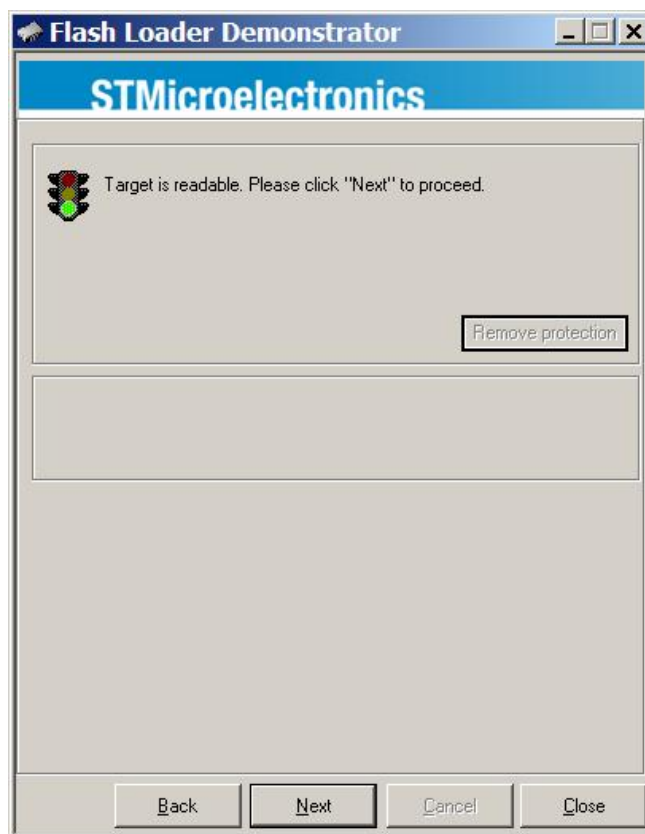

Рисунок 6.2 – Окно «Flash Loader Demonstrator» (2)
6.1.13 При правильном подключении появится окно «Flash Loader Demonstrator» (2) (см. рисунок 6.2).
- 6.1.15 Нажать [Next] (Далее) (см. рисунок 6.2).